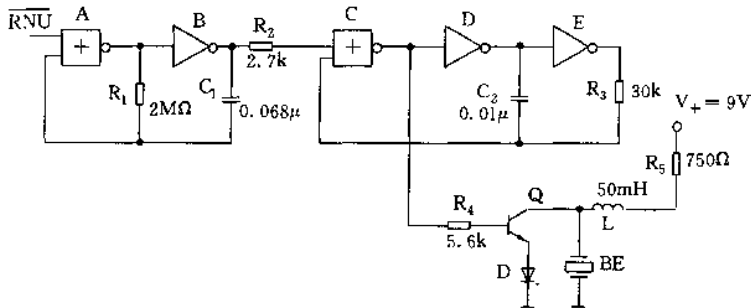

图 2-36
(4) 一种无绳电话机的铃声振荡电路如图 2-36 所示, 它由两个 CMOS 方波振荡器组成。